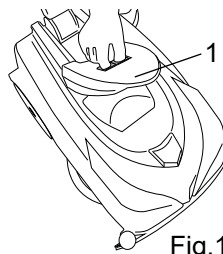

Fig.19
- Løse lokket fra oppsamlingstanken ved å trykke de to glidelukningene innover (fig. 19 - ref. 1).